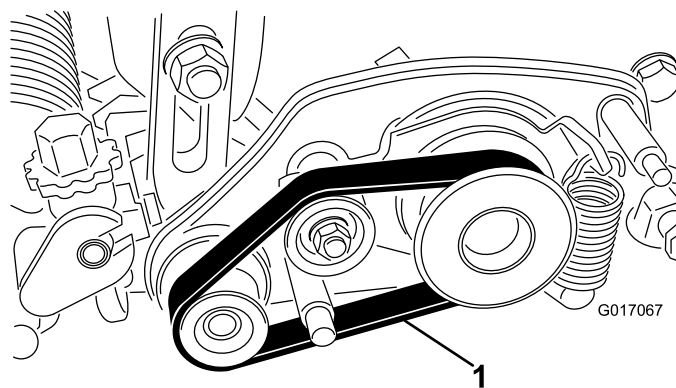

Рисунок 14
30. Наденьте ремень на ведущий, натяжной и ведомый шкивы, проложив его, как показано на Рисунок 14.